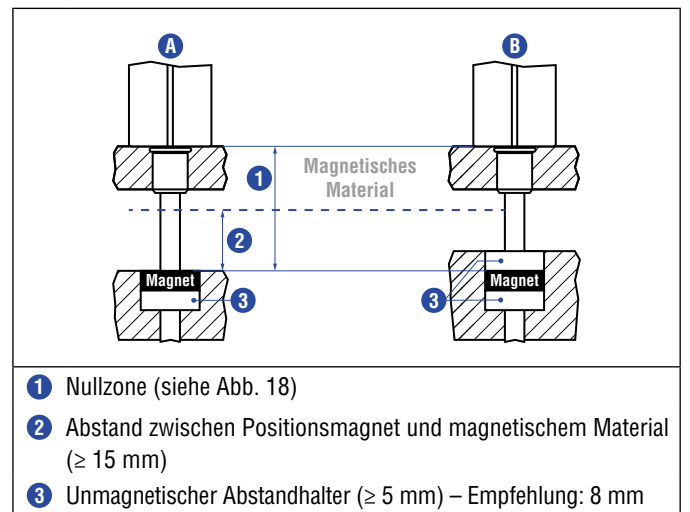

Abb. 16: Einbau mit magnetischem Material
- Der minimale Abstand zwischen Positionsmagnet und magnetischem Material beträgt 15 mm (Abb. 16).
- Beachten Sie die Maße in Abb. 16 bei der Nutzung von magnetischem Material.
Bei der Verwendung von magnetischem Material die in Abb. 16 dargestellten Maße unbedingt beachten.